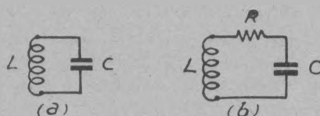

Fig. 7.
pure C (fig. 7, a),    une fr  quence propre qui se calcule par la formule de Thomson :
On obtient ainsi une longueur d'onde propre théorique, car la formule simple ne tient pas compte de la résistance ohmique (fig. 7, b) du circuit (1). Mais elle suffira largement en première approximation.